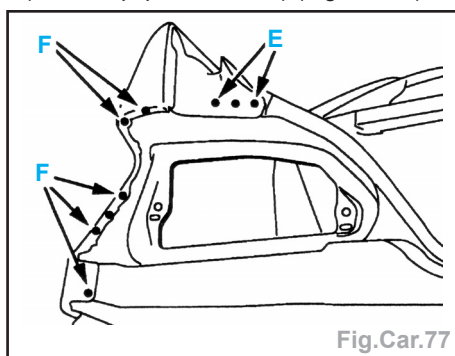

Fig.Car.77
- Souder par points électriques suivant **E** (avec l'équipement **AB1**) (Fig.Car.77).